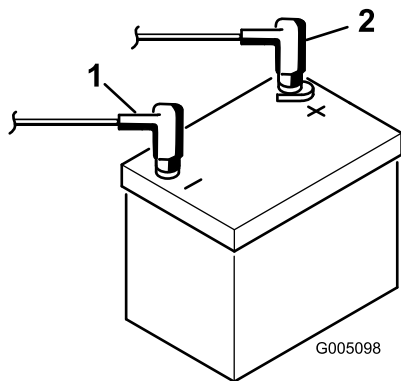

Figura 8
- Conecte el cable positivo (rojo) al borne positivo (+) y el cable negativo (negro) al borne negativo (–) de la batería y sujételos usando los pernos y las tuercas (Figura 8). Deslice la cubierta de goma sobre el terminal positivo para evitar posibles cortocircuitos eléctricos.